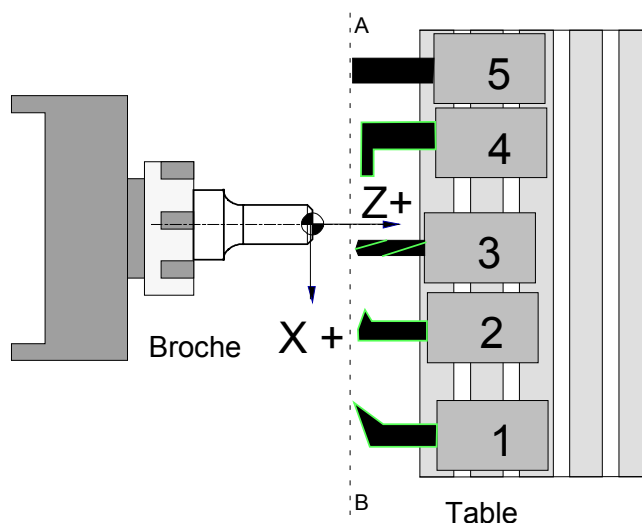

Figure 7-1 : Disposition des outils
- 3) L'usage d'une pseudo-origine d'outil sur l'axe Z, permet de déplacer les outils sur l'axe X sans risque de collisions, voir figure 7.1.
- Le sens des axe est choisi selon la Figure 7-1, l'origine pièce est choisie sur la face avant.